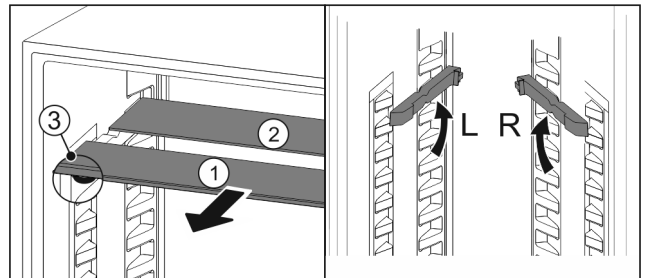

Fig. 173
- ▶ 将玻璃隔板逐个向前拉出 Fig. 173 (1)。
- ▶ 带装饰条的玻璃隔板 Fig. 173 (1) 在前。
- ▶ 阻挡装置 Fig. 173 (3) 指向下方。